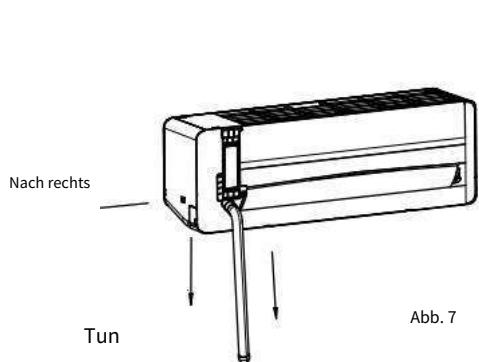

Abb. 7
**Anmerkungen:** Die linke Tabelle zeigt die Position des Ablaufschlauchs (siehe Abb. 7).